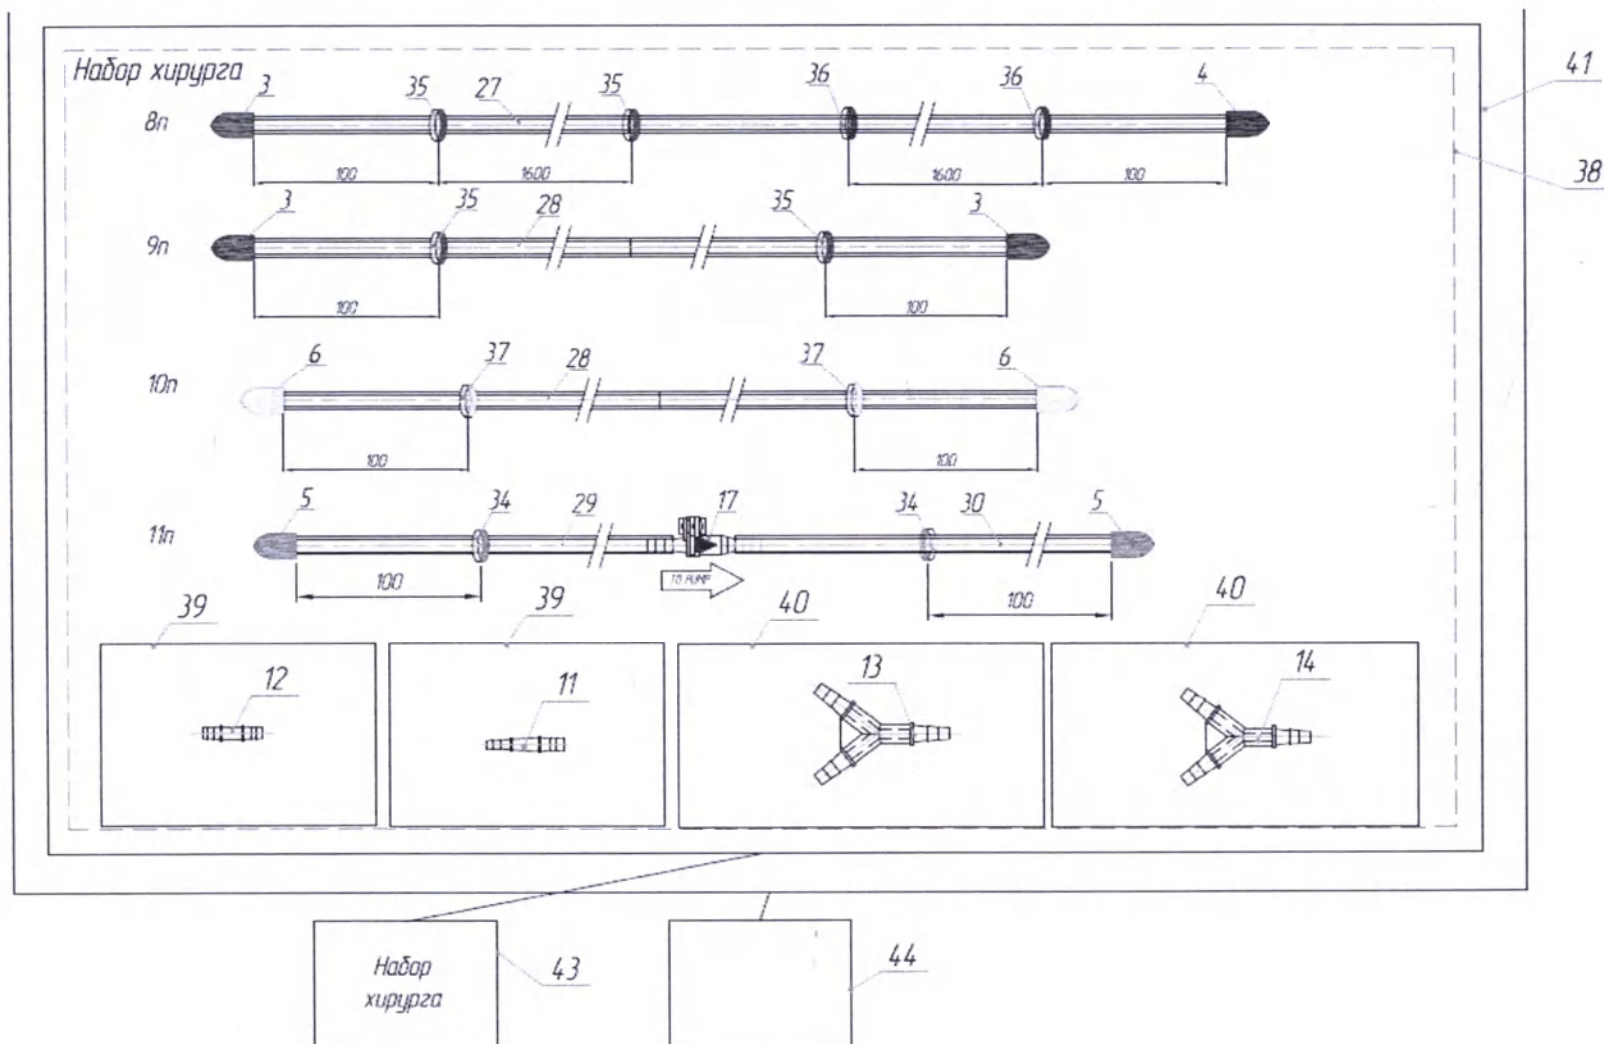

Рис. 1 Вариант исполнения –набор педиатрический
1. Набор педиатрический - рисунок 1;